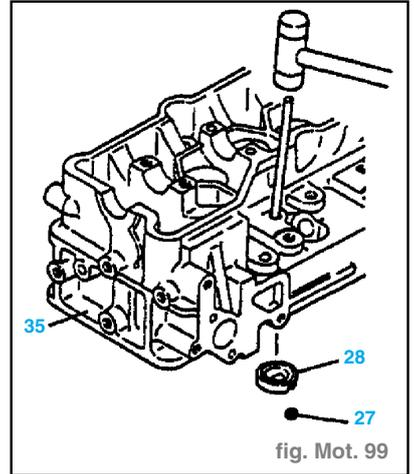

fig. Mot. 99
- Chauffer la culasse 35 pour augmenter les jeux et faciliter l'extraction des gicleurs de combustion 28. (fig. Mot. 99)